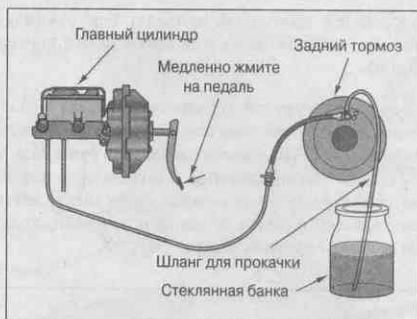

Рис. 18.15. Так нужно прокачивать тормозную систему
4. Сосед или друг, который вам помогает, должен несколько раз нажать педаль тормоза (рис. 18.15).